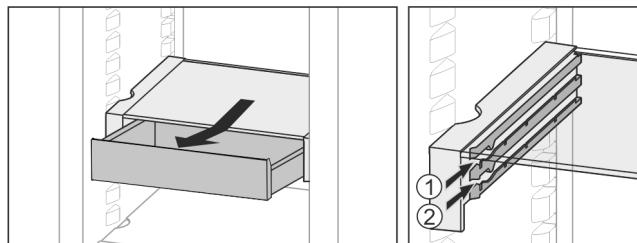

Fig. 26
- Вставити на будь-якій висоті Fig. 26 (1) або Fig. 26 (2).